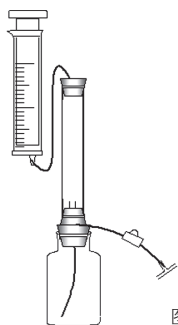

图 2
- ◆ 用塑料导管、胶塞和双孔插管把注射器、玻璃管、广口瓶连接起来，套上气体调节阀，制作成有吸排系统的反应装置，见图 2。